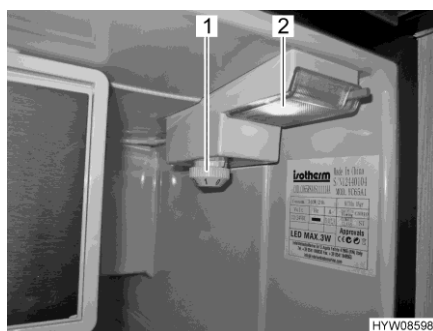

Fig. 92 Bouton de commande (réfrigérateur)
- Tourner le régulateur de température (Fig. 92,1) dans le sens des aiguilles d'une montre de la position "0" sur la position "1". L'appareil est en marche, l'éclairage intérieur (Fig. 92,2) est allumé.
Éteindre : ■ Tourner le régulateur de température (Fig. 92,1) dans le sens inverse des aiguilles d'une montre sur la position "0". Une légère résistance doit pour ce faire être vaincue.
Régler la température : ■ Régler la température à l'aide du régulateur de température (Fig. 92,1).